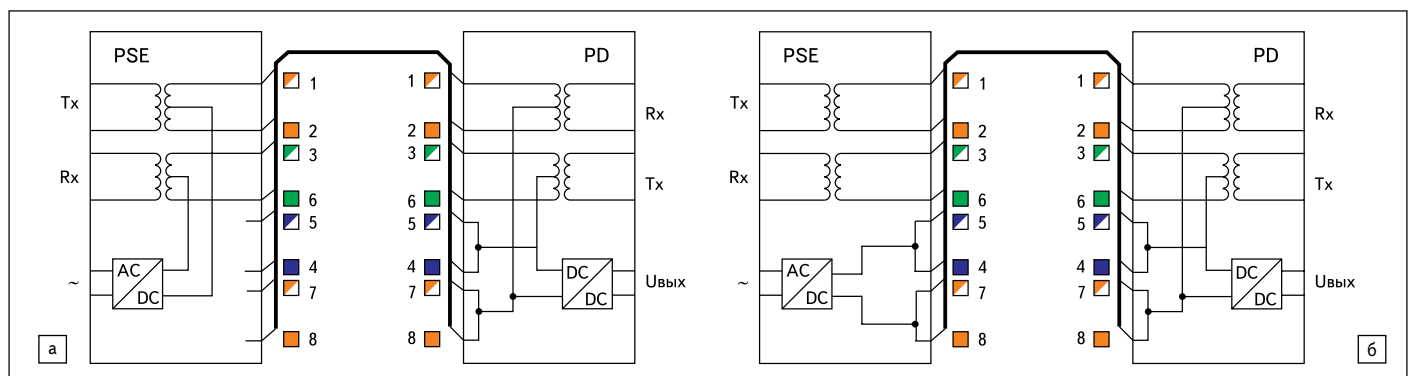

Рис. 1. Подача питания в линию Ethernet: а) вариант А; б) вариант В
отводов обмоток снимается на приемной стороне. Это позволяет без взаимного влияния передавать по одной паре проводов и высокочастотные данные, и постоянное напряжение питания (рис. 1а).
- Вариант В. Для передачи питания используются свободные пары в кабеле, поскольку современные кабельные сети Ethernet, соответствующие стандарту 100Base-TX, состоят из четырех витых пар, две из которых не задействованы (рис. 1б).